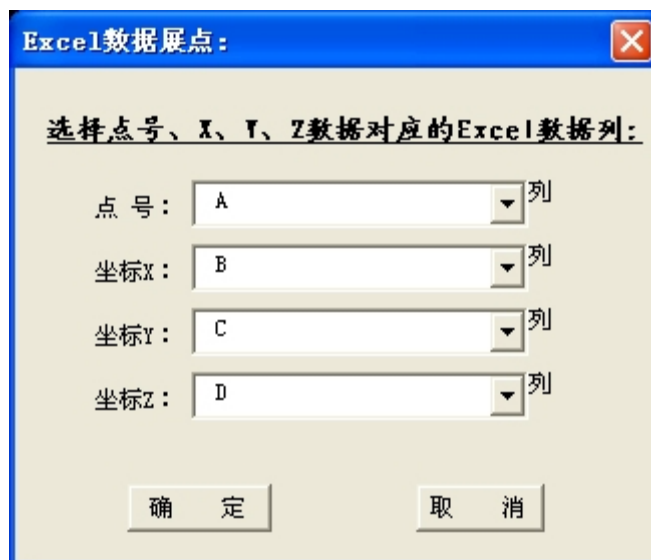

图 3-7
1、 点击【数据处理】【Excel 数据展点】出现图 3-7;